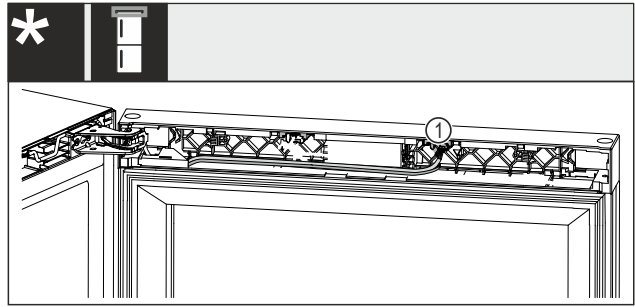

Fig. 23 Wein-Gefrier-Kombinationen\*
- ▶ Stecker Fig. 23 (1) aus dem Nest herausziehen.\*